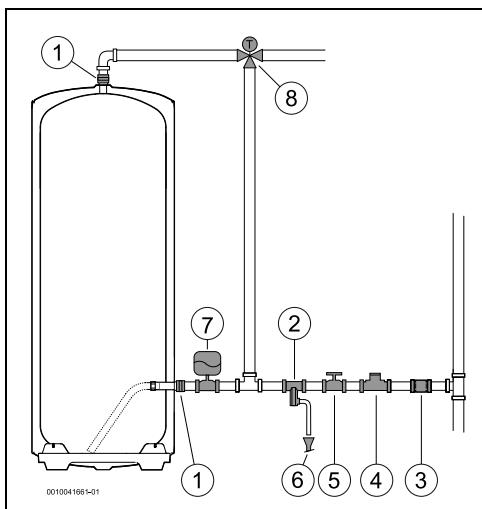

Fig. 7 Ligação de água (300)
- ▶ Fechar a válvula de corte de água (→ Fig. 7, [5]).
- Instalar um regulador termostático (Fig. 7, [8]) no tubo de saída do aparelho se forem utilizados tubos PEX. Deverá ser ajustado de acordo com o desempenho do material utilizado.
- instalar uma válvula redutora (Fig. 7, [4]). A válvula de segurança vai atuar sempre que a pressão da água no aparelho for superior a 8 bar (± 1 bar), pelo que é necessário prever uma forma de canalizar o escoamento dessa água.
- instalar um vaso de expansão (Fig. 7, [7]) para evitar que a abertura da válvula de segurança seja tão frequente. O volume do vaso de expansão deve ser o equivalente a 5% do volume do aparelho.